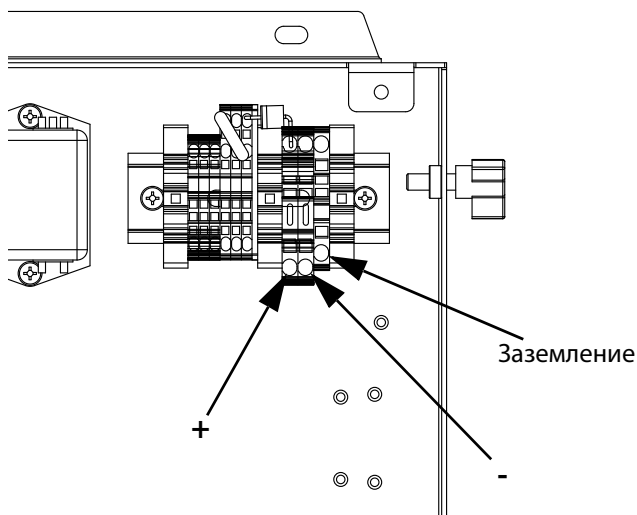

Рис. 13: Проводка систем 24 В постоянного тока
- Для прокладки проводки систем 24 В пост. тока см. Рис. 13.